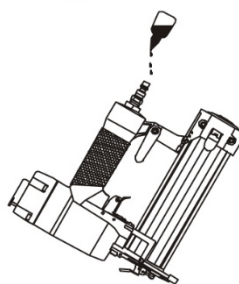

Fig 2
1. Kontrollera om verktyget behöver smörjas. Droppa vid behov två droppar olja i tryckluftsanslutningen, se fig. 2. Om du använder smörjenhet kontrollerar du om du behöver fylla på olja.